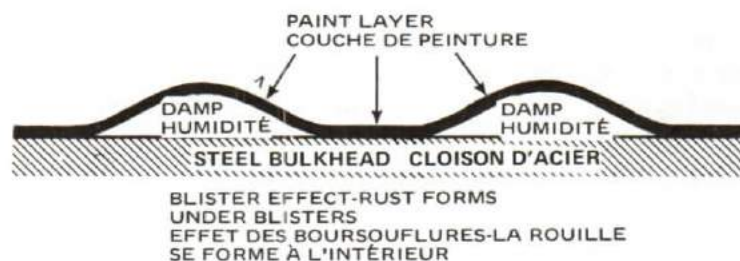

Figure 9-4
19. Rub a hardened paint surface lightly with fine sandpaper before applying fresh paint. This greatly improves the adhesion of the new coat. Rule number 3: Never paint over a damp or wet surface. See Figure 9-4.
19. Avant de repeindre, sabler légèrement la surface de peinture durcie avec du papier de verre fin. L'opération permet à la nouvelle couche d'adhérer plus fortement à la surface. Règle numéro 3: ne jamais peindre sur une surface humide ou mouillée (voir la figure 9-4).